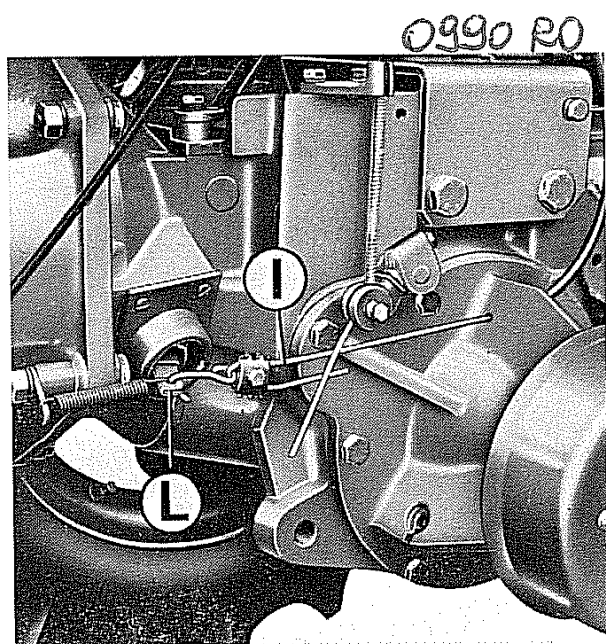

Fig. 51
- Separare il cavo frizione **I** che va dalle stegole alla relativa leva **L** (fig. 51).